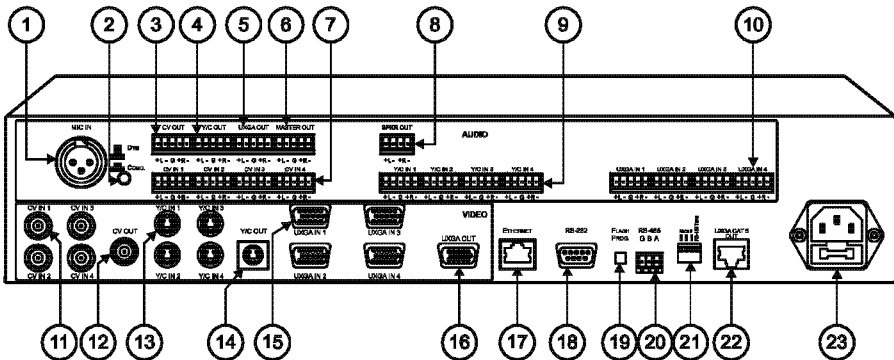

Рис. 2. Презентационный коммутатор VP-23N — вид сзади
8. При необходимости подключите к XLR-разъему *MIC IN* динамический или конденсаторный микрофон. Тип микрофона выбирается кнопкой *COND. /DYN* на задней панели коммутатора (поз. 2 на рис. 2).